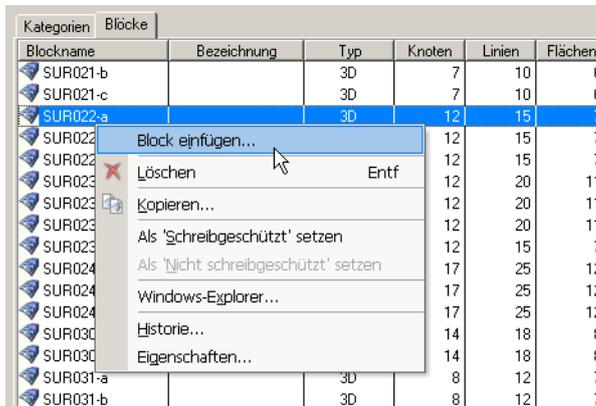

Bild 13.33: Kontextmenü *Block*
- dem Kontextmenü des Blocks (vgl. Bild 13.33).